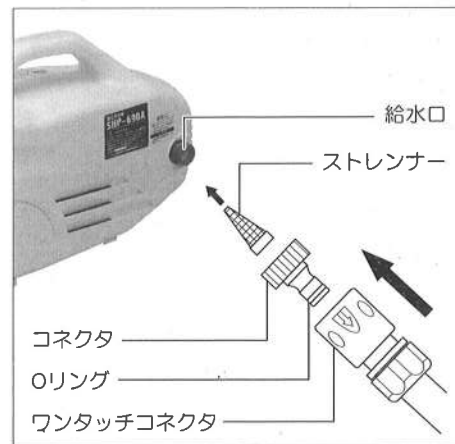

図6
●本体給水口に接続されているコネクタを取外します。ストレンナーが組込まれていることを確認し、取外したコネクタを接続してください。(図6参照)
- 本体給水口についているコネクタに、ワンタッチコネクタをカチッと音がするまで、確実に差込んでください。(図6参照)